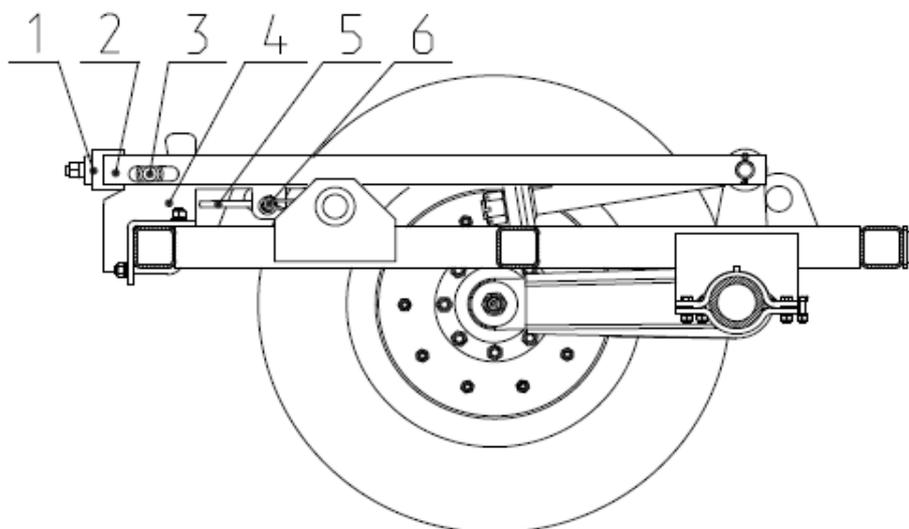

Рис.5 Положение транспортного фиксатора при работе культиватора.
2.4.3 При работе культиватора транспортный фиксатор применяется для изменения глубины хода рабочих органов (Рис.5). Вкручиванием или выкручиванием регулировочного винта 2 изменяется положение опорных колес и, тем самым, регулируется глубина хода рабочих органов.